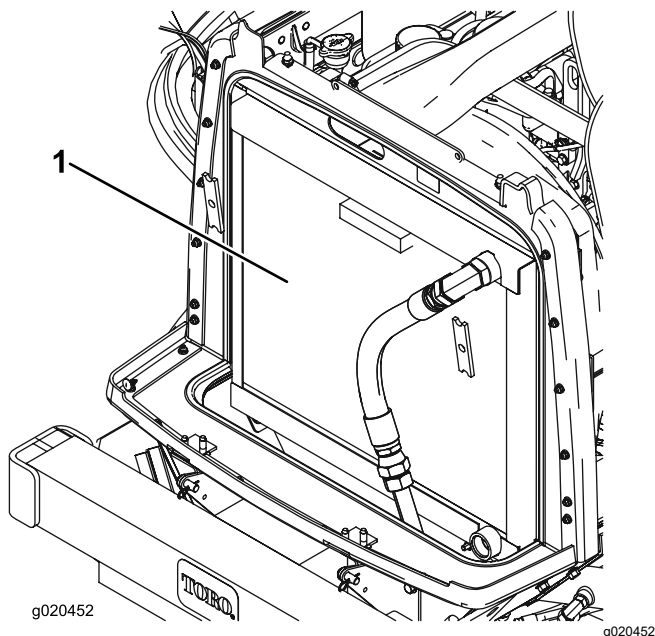

Figure 110
3. Nettoyez soigneusement les deux côtés du radiateur/refroidisseur d'huile à l'air comprimé (Figure 110).